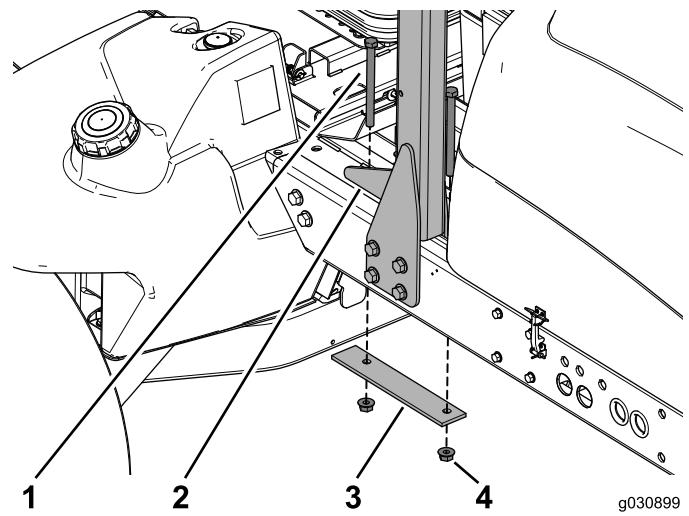

Bild 2
3. Entfernen und bewahren Sie die zwei Schrauben, die Verstärkungsplatte und die Bundmuttern auf, mit denen der Überrollschutz oben am Rahmen befestigt ist (Bild 2).